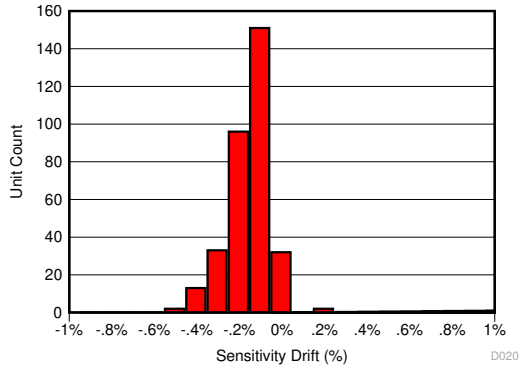
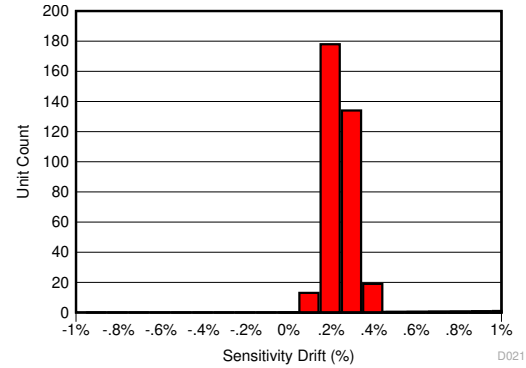
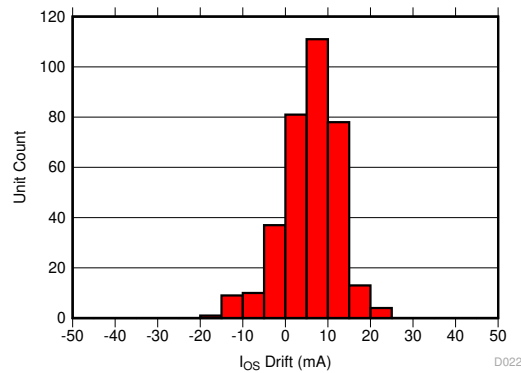

图 9-1. 130°C、85% RH HAST 后的灵敏度误差
图 9-2. AEC-Q100 高温工作寿命应力测试后的灵敏度误差漂移
图 9-3. AEC-Q100 高温工作寿命应力测试后的以输入为基准的失调漂移
TMCS1108 中用于降低温度漂移的相同补偿技术也大大降低了老化、应力和环境条件导致的寿命漂移。由于高工作温度下的老化现象，典型的磁传感器会遭受高达 2% 至 3% 的灵敏度漂移。TMCS1108 极大地改善了寿命漂移，电气特性表针对在前三批次 AEC-Q100 认证期间在最坏情况应力测试后测量的总灵敏度误差进行了阐述。AEC-Q100 认证规定的所有其他应力测试产生的灵敏度误差低于指定的值，处于 电气特性表中指定的范围内。图 9-1 展示了在进行最坏情况应力测试（即 130°C 和 85% 相对湿度 (RH) 条件下的高加速应力测试 (HAST)）后的总灵敏度误差，而图 9-2 和图 9-3 展示了在进行 AEC-Q100 规定的 1000 小时、 125°C 高温工作寿命应力测试后的灵敏度和失调误差漂移。该测试模拟了典型的器件寿命操作，表明与典型的磁传感器相比，老化导致的可能的器件性能变化得到了极大的改善。